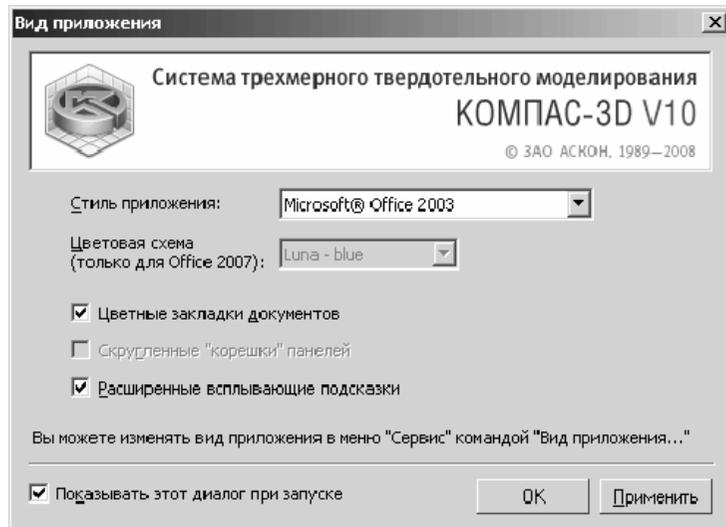

Рис. 4.195. Диалоговое окно **Вид приложения**
- **Вид приложения** вызывает диалоговое окно **Вид приложения** (рис. 4.195).